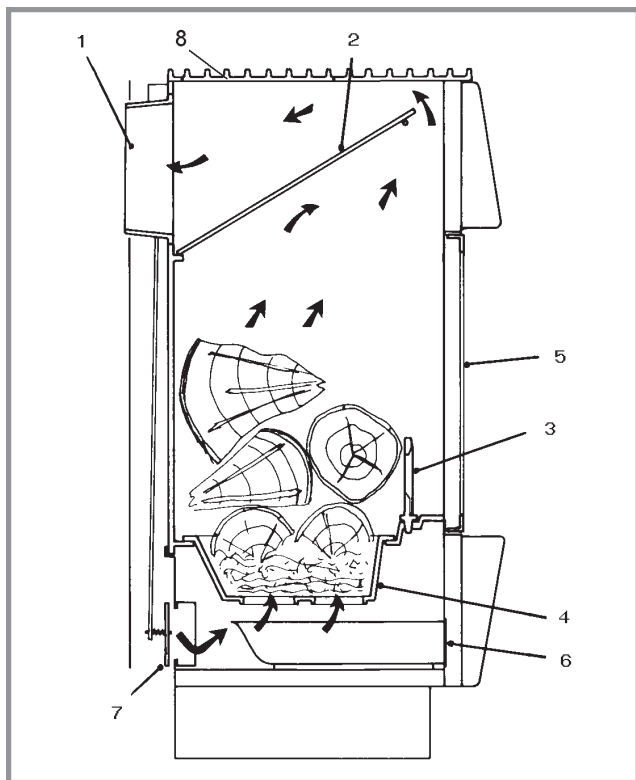
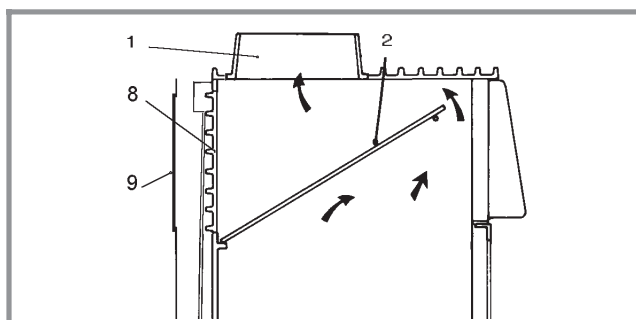

Fig. 2 - Coupe schématique
Fig. 3 - Départ de fumée au dessus
G : Combustion sur une **grille** (4, fig. 2) en fonte.
- Buse d'évacuation en fonte (1), démontable pour raccorder l'appareil soit par le dessus, soit par l'arrière.
- Chicane (2)
- Chenets (3)
- Combustion du bois sur une grille (4).
- Cendrier (6) de grande contenance.
- Thermostat (7) régulant l'entrée d'air primaire.
- Tampon de buse (8) (fig. 2 et fig. 3).
- Remettre en place l'habillage arrière après avoir obturé l'orifice avec une plaque en tôle **9** (fig. 3).
- Placer les chenets **3** dans les encoches prévues à cet effet sur le support (fig. 2).